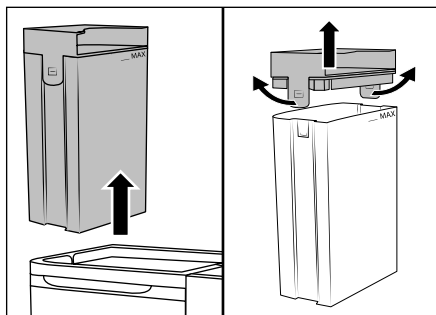

Fig. 5
(1) Versare solo acqua di rubinetto da fredda a calda oppure acqua distillata nel contenitore dell'acqua pulita ②. Non utilizzare acqua bollente. (2) Non azionare mai l'apparecchio con il contenitore dell'acqua pulita ② vuoto. (3) Usare solo comune detergente per imbottiture che non formi schiuma o **detergente a base d'aceto LIDL W5**. Altri detersivi potrebbero danneggiare l'apparecchio. Si consiglia di aggiungere tre cucchiaini di **detergente a base d'aceto LIDL W5** a una carica completa (1,7 litri) del contenitore dell'acqua pulita ②. Se necessario aumentare gradualmente la percentuale di detergente a base d'aceto fino ad ottenere il risultato desiderato.
- ◆ Prendere il contenitore dell'acqua pulita ② dall'impugnatura del coperchio ① ed estrarlo dall'apparecchio verso l'alto (vedere fig. 5).
- ◆ Tirare leggermente le due linguette d'arresto verso l'esterno e togliere il coperchio ① (vedere fig. 5).
- ◆ Riempire l'apparecchio con acqua di rubinetto o acqua distillata e aggiungere se necessario detergente per imbottiture o detergente a base d'aceto W5. Rispettare sempre le indicazioni per l'uso fornite dal produttore. Assicurarsi di non riempire il contenitore dell'acqua pulita ② oltre il segno MAX.
- ◆ Applicare il coperchio ① al contenitore dell'acqua pulita ② e premerlo verso il basso finché le due linguette d'arresto non s'innestano.
- ◆ Prendere il contenitore dell'acqua pulita ② dall'impugnatura del coperchio ① e inserirlo nell'apparecchio.